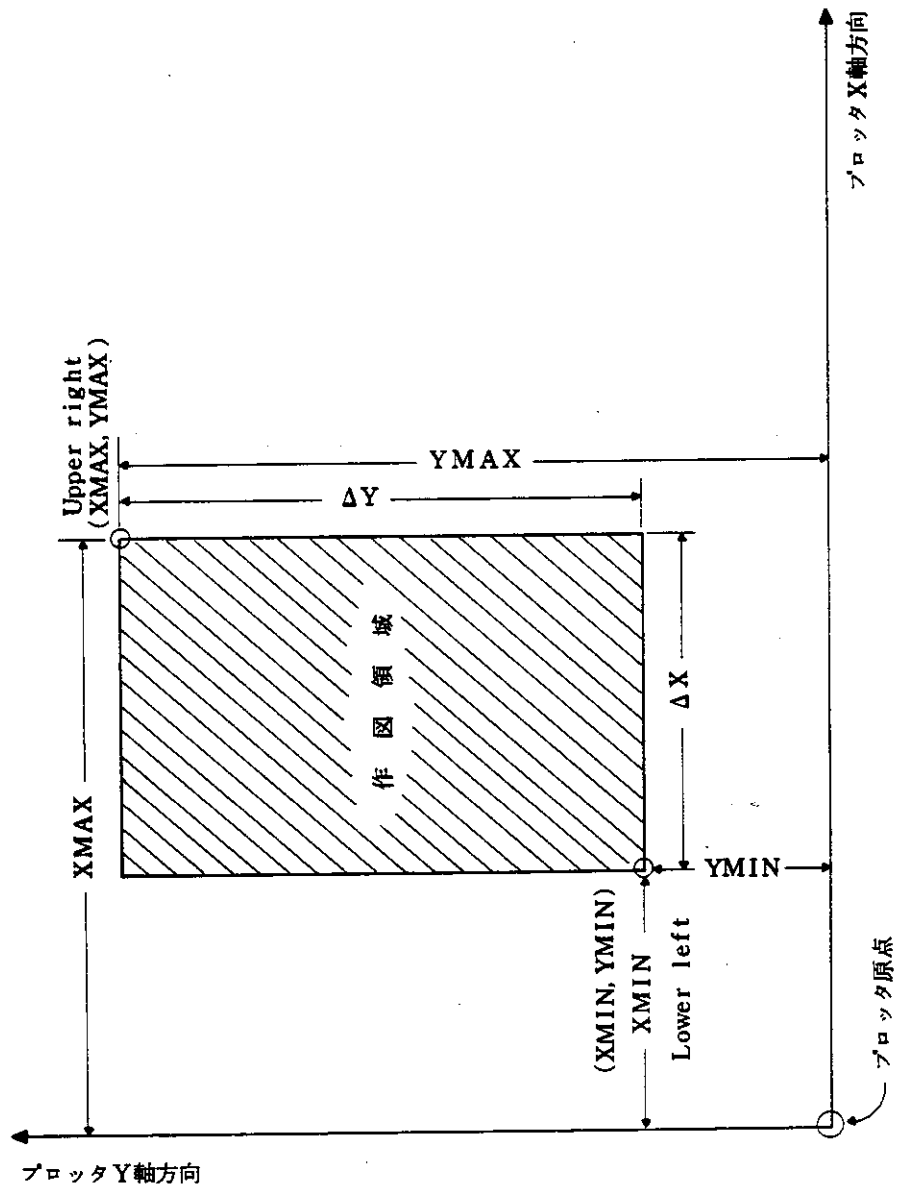

図6-12 “PLOT SIZE”設定による作図領域
電源投入時, 各値は TR9834R/9831 A4サイズに設定されています。Lower LeftおよびUpper Rightを設定しますと作図領域は [図6-12] のようになります。
〔図 6-12〕に示しますように、(XMIN, YMIN), (XMIN, YMAX), (XMAX, YMAX), (XMAX, YMIN) の 4 点で囲まれた範囲にスケール
- (2) HP-GL プロッタで作図中、**EXECUTE** スイッチを押して作図を中止したときにプロッタ側でエラー・ランプが点灯することがありますが、次回からの作図には影響ありません。
- (3) “**PLOT ANGLE**” が “**NORMAL**” に設定されているとき、[図 6-12] における  $\Delta Y/\Delta X$  の値が A4 サイズの比と等しいとき、すなわち